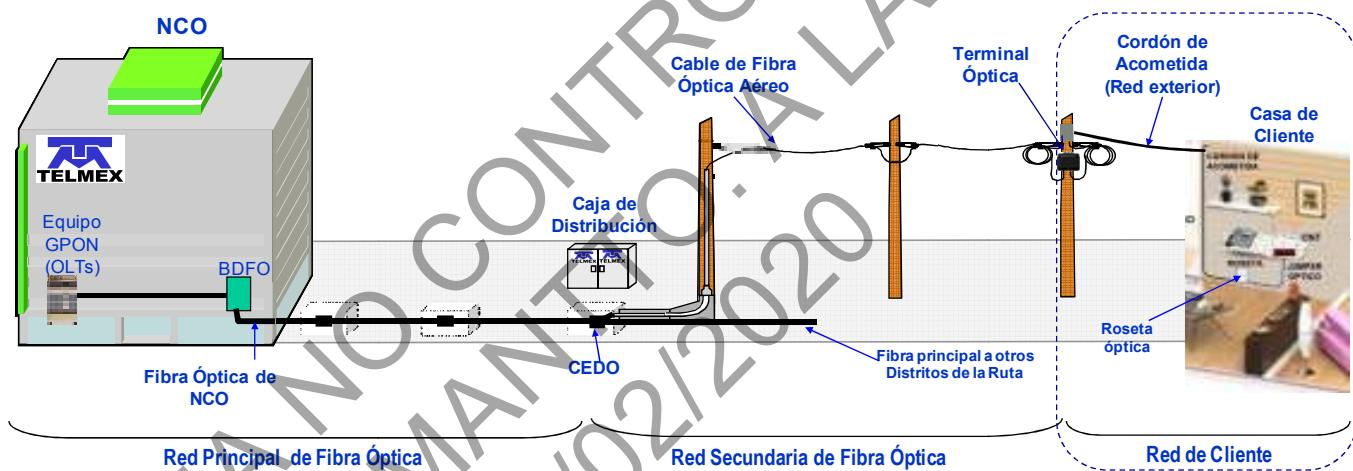

Figura 2. Topología de la Red de Planta Externa para FTTH.
- El segmento de Red Exterior es el tramo comprendido entre el Punto de Dispersión (Terminal Óptica) y la Roseta Óptica, conectados mediante el Cordón de Acometida de Fibra Óptica. Véase la Figura 2.
En la figura 2 se muestra esquema general de la topología de la Red de Planta Externa para FTTH, donde se resalta la Red de cliente.